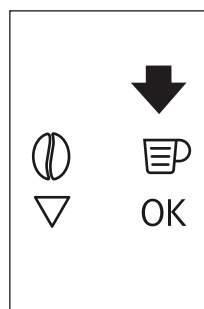
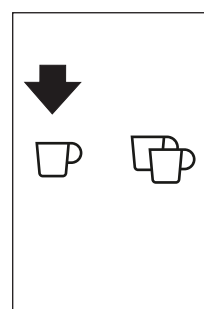
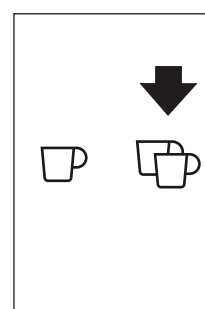

Рис. 18
Рис. 19
Рис. 20
- ▶ Нажмите значок  (B5) (рис. 18), чтобы выбрать тип кофе: эспрессо, маленькая чашка, средняя чашка, большая чашка, кружка. Нажмите сенсорную кнопку  (B10) (Рис. 19) чтобы сделать одну порцию кофе, или сенсорную кнопку  (B11) (Рис. 20) чтобы сделать две порции кофе. Прибор запустит измельчение зерен и начнет выдачу кофе в чашку. После выдачи заданного количества кофе машина автоматически останавливается и отправляет отходы кофе в соответствующую емкость.